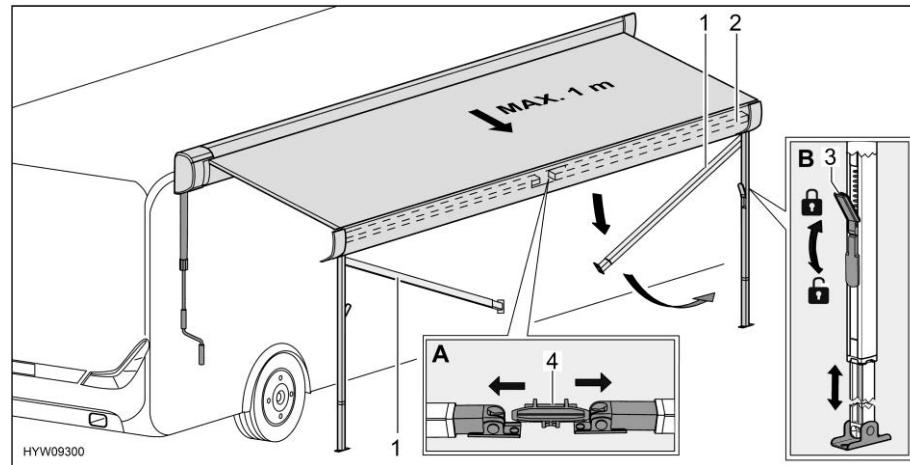

Fig. 48 Preparazione dei montanti di supporto
- Sbloccare i montanti di supporto (Fig. 48,1) dal supporto (Fig. 48,4) nel listello anteriore (Fig. 48,2). A tale scopo, premere leggermente verso l'esterno i montanti di supporto (Fig. 48,A).
- Allentare i blocchaggi (Fig. 48,3) dei montanti di supporto. A tale scopo, ripiegare la leva di serraggio verso il basso.
- Estrarre la parte inferiore dei montanti di supporto fino alla lunghezza desiderata (Fig. 48,B).
- Chiudere i blocchaggi (Fig. 48,3) dei montanti di supporto. A tale scopo, tirare verso l'alto la leva di serraggio.